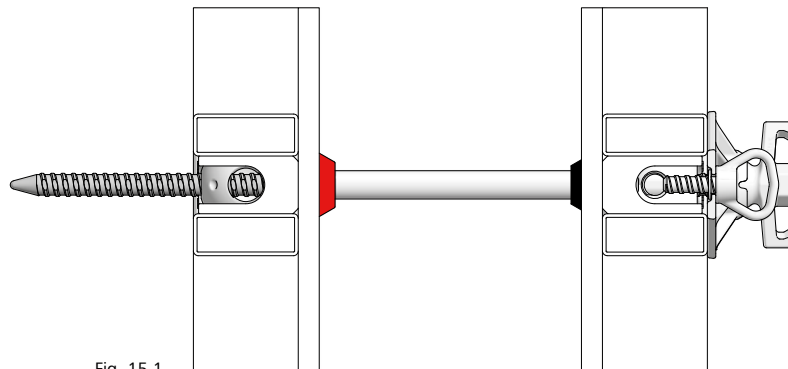

Fig. 15.1
- Ancrage unilatéral avec tige XT DW 20 et entretoise (Fig. 15.1)